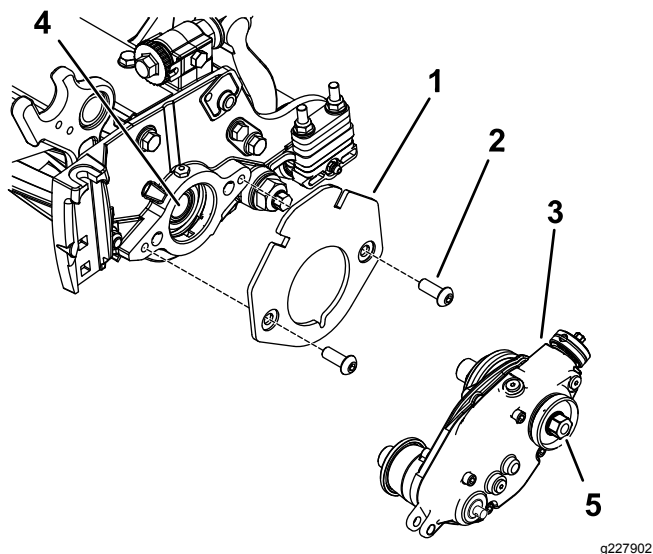

Figura 9
2. Fissate la staffa della zavorra al cilindro con 2 bulloni a testa tonda a esagono incassato ($\frac{3}{8}$ " x $\frac{3}{4}$ "), come illustrato nella Figura 9.
3. Applicate un composto frenafili a media resistenza (ad esempio Loctite blu 243) sulle filettature della parte interna dell'albero del cilindro (Figura 9).
4. Montate la scatola della trasmissione del groomer all'albero del cilindro (Figura 9) utilizzando la testa esagonale sulla scatola della trasmissione del groomer.